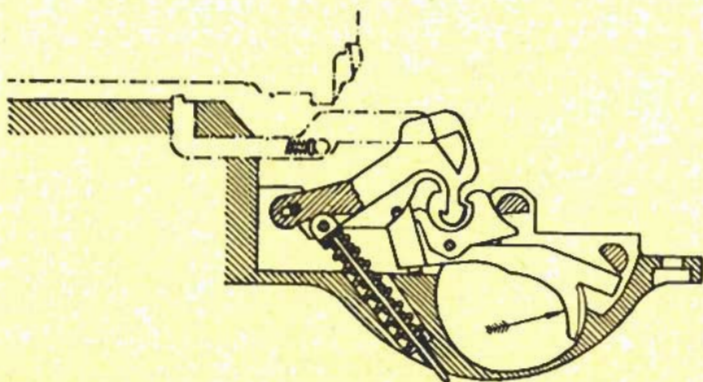

Fig. No 57 - ACCROCHAGE DU CHIEN PAR LA GÂCHETTE D'AUTOMATICITÉ
- (1) Si la détente est toujours pressée par le doigt qui vient de provoquer le départ du coup, au moment où poussé par le verrou, le chien pivote en arrière, son bec d'armé vient buter contre la gâchette auxiliaire, la repousse et pénètre entre les becs des 2 gâchettes.
- (2) Lorsque l'ensemble glissière-verrou revient vers l'avant, à un certain moment, il dépasse la tête du chien qui, immédiatement, sous l'action des ressorts, suit le mouvement du verrou mais EST AUSSITÔT ARRÊTÉ ET MAINTENU PAR LA GÂCHETTE D'AUTOMATICITÉ. (voir fig. No 57).